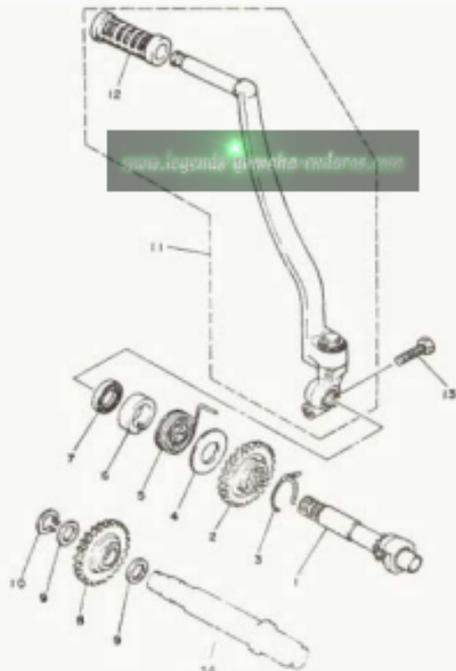

Bild 141
Kickstarteinheit (Bauteil 11 in Bild 141) versetzt die Kickstartwelle in Drehung. Diese überträgt ihre Drehkraft auf das Kickstartzahnrad (2) mit 24 Zähnen. Das Zwischenrad (8) überbrückt mit seinen 25 Zähnen den Abstand zur Nabe des Kupplungskorbs, die hierzu ein Zahnrad mit 19 Zähnen trägt. Aus dieser Zahnpaarung ergibt sich eine Übersetzung ins Schnelle. Vom Kupplungskorb wird die Drehbewegung über die Zahnradpaarung des Primärtriebs im Verhältnis 19:68 erneut ins Schnelle übersetzt auf die Kurbelwelle übertragen. Das bedeutet, dass bei einmaliger Betätigung des Kickstarters (3,5 Umdrehungen der Kickstartwelle) die Kurbelwelle 2,3 Umdrehungen macht.